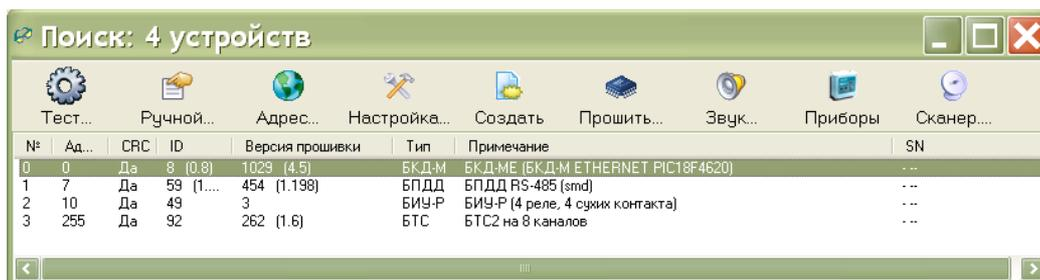

Рисунок 18 - Перечень найденных адресных блоков
6) После завершения процедуры поиска в окне «Поиск» выбрать строку с БКД-МЕ и нажать кнопку «Прошить» (рисунок 18).
БКД-МЕ выпускаются в нескольких аппаратных модификациях. Вид аппаратной модификации и программной версии определяется по полям «ID» и «Версия прошивки» в окне поиска (рисунок 18). Основные аппаратные разновидности разделяются по старшему байту «Версии прошивки». В настоящее время используются БКД-МЕ аппаратной версии 4 и 5. Эти версии несовместимы между собой по работе с интерфейсом Ethernet. Поэтому в случае «зашивки» в версию 4 обновления версии 5 (или в версию 5 обновления 4) интерфейс Ethernet перестанет работать, что приведет к невозможности обновления программного обеспечения через сеть. Проблема загрузки пользователем неправильного обновления решена только начиная с версий 4.7 (или 5.7) – эта версия поддерживает обновление по последовательному интерфейсу. Отличия программных версий приведены в таблице 10.